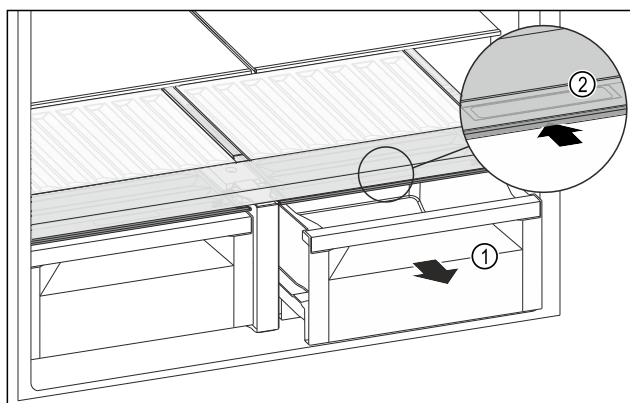

Fig. 133
- ▷ Wyciągnąć szufladę Fig. 133 (1).
- ▷ Chwycić uchwyt wpuszczany Fig. 133 (2) na pokrywie komory i przesunąć pokrywę jednocześnie do tyłu.